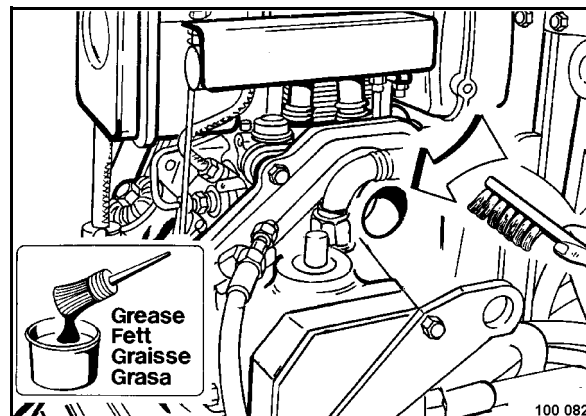

Fig. 79
- Limpiar la guía (Fig. 79) y la manivela de arranque de suciedad, a continuación untarlas con aceite o grasa.